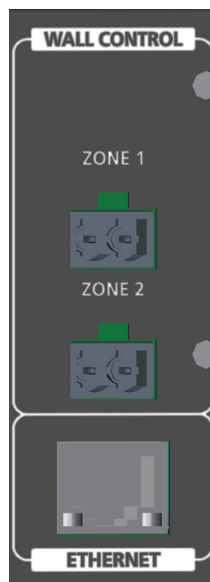

Рисунок 8. Порты для настенных панелей и Ethernet
1. См. рисунок 8. Подключите предусилитель PREZONE2 к сети через маршрутизатор или напрямую к отдельному устройству кабелем категории 5е или выше.